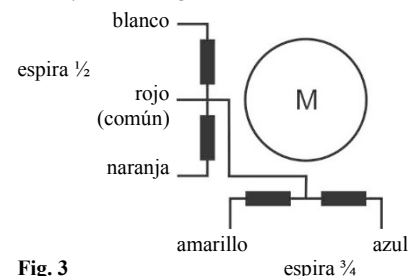

Fig. 3
- La resistencia interna medida entre el cable gris y cualquier otro cable debe ser de aprox. 46 Ohmios (espira ver Fig.3). Con otras combinaciones de colores la resistencia entre cables es de 185 Ohmios.